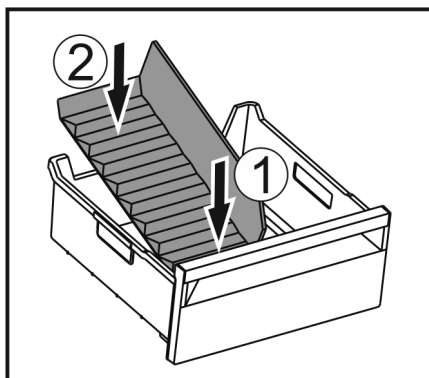

Fig. 100
- Поставете предната част на разделителя на отделението за лед. Fig. 100 (1)
- Спуснете задната част на разделителя на отделението за лед до дъното на чекмеджето. Fig. 100 (2)